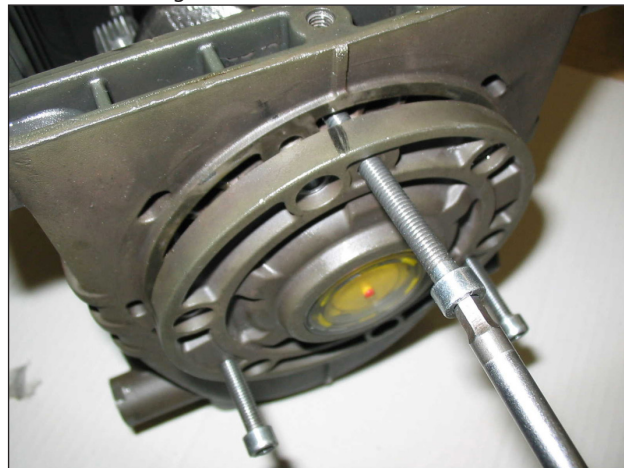

Fig. 3
- i coperchi laterali (e la flangia VFV) utilizzando - per l'estrazione N° 3 viti M6x50 (M10x40 per flangia VFV) interamente filettate inserendole nei fori filettati come indicato in Fig. 3.